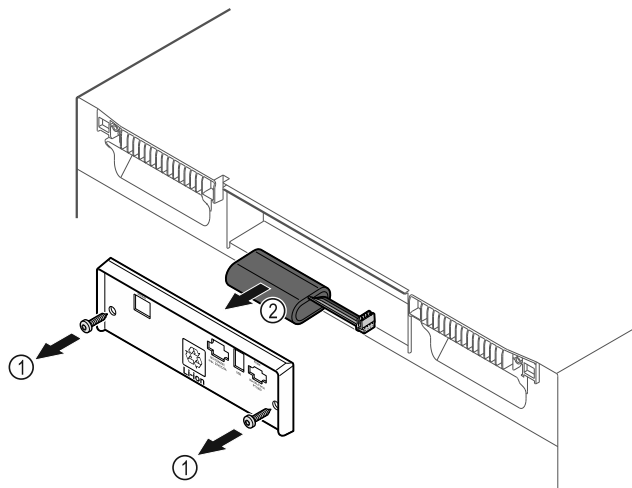

Fig. 185
- ▶ Išsukite varžtus ir nuimkite uždangalą galinėje prietaiso pusėje Fig. 185 (1).
- ▶ Atjunkite bateriją ir ją išimkite Fig. 185 (2).